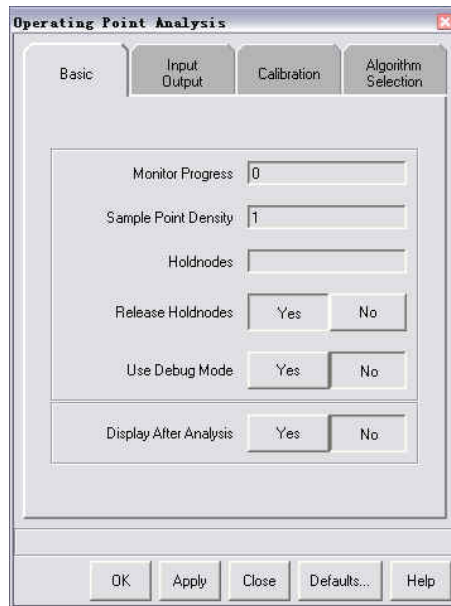

图 3-1 工作点分析面板
- ▲ **Debug:** 对 Saber 计算的每个可能方案进行统计，该特点通常用于当 Saber 用默认设置不能找到工作点或者要知道设计在工作点上是否收敛。图 3-1 为工作点分析的面板。